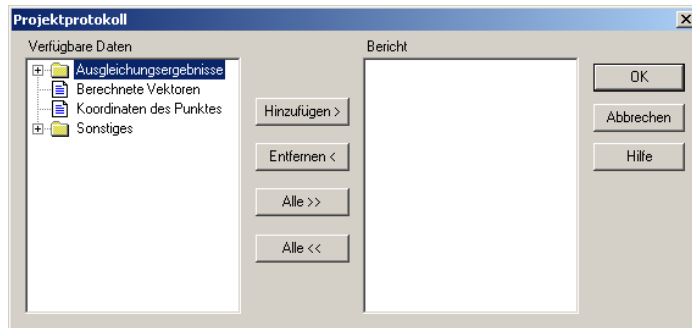

Abbildung 7.3. Dialogfeld "Projektprotokoll"
1. Wählen Sie im Menü **Projekt** die Option **Protokoll**, um das Dialogfeld **Projektprotokoll** zu öffnen, Abbildung 7.3.